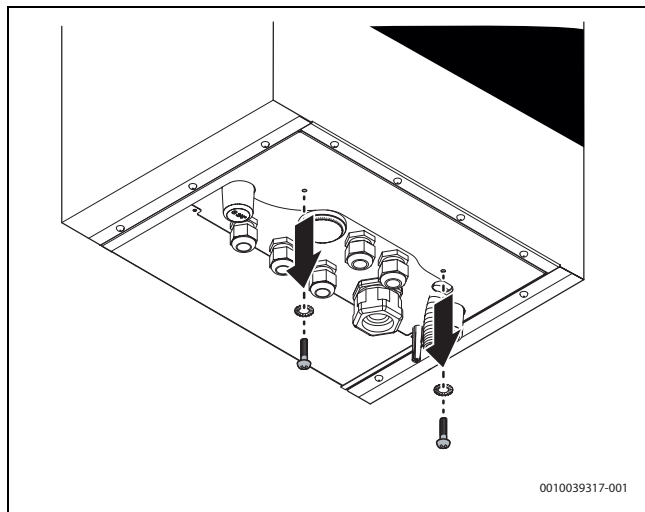
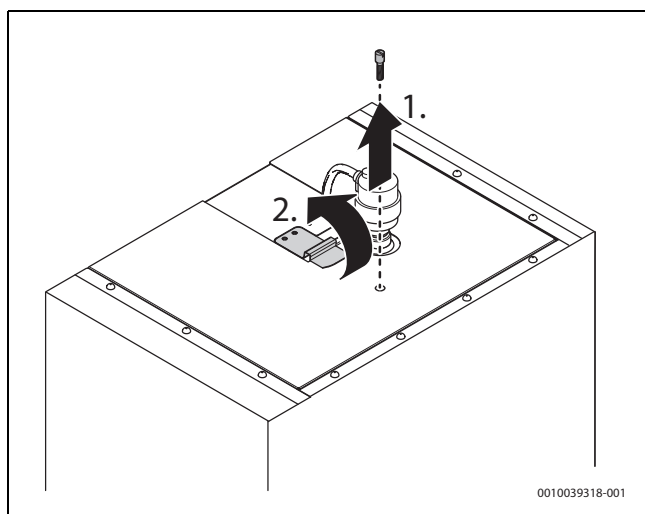

Bild 6 Schrauben lösen
Bild 7 Lösen der Rastfeder
- Zwei Schrauben im unteren Teil des Rahmens und eine Schraube im oberen Teil des Rahmens lösen (→ Bild 6 und Bild 7).
- Rastfeder im oberen Teil der Verkleidung lösen (→ Bild 6).